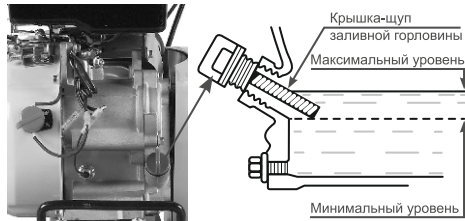

Рис.6
2. Снимите крышку/щуп маслозаливного отверстия (1) рис.6.